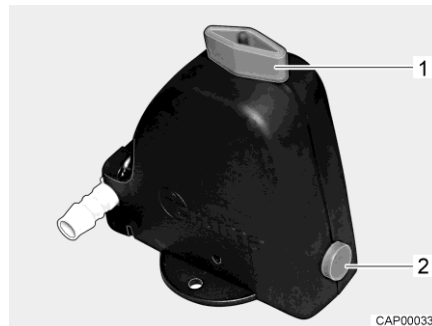
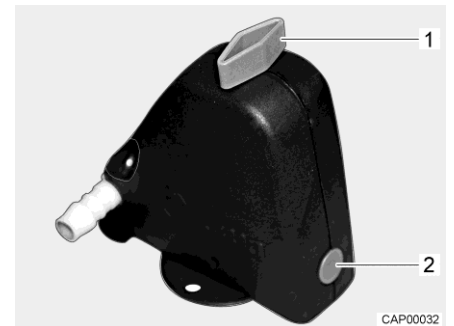

Bild 121 Säkerhets-/avtappningsventil öppen
Bild 122 Säkerhets-/avtappningsventil stängd
- Stäng säkerhets-/avtappningsventilen. Ställ vredet (Bild 121,1) diagonalt mot säkerhets-/avtappningsventilen och tryck in tryckknappen (Bild 121,2). Den stängda säkerhets-/avtappningsventilen visas i Bild 122. Vid temperaturer lägre än 6 °C kan säkerhets-/avtappningsventilen inte stängas.